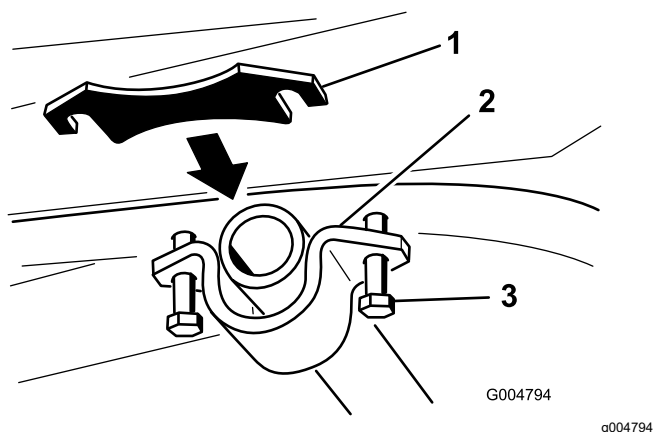

Рисунок 22
- Ослабьте болты, которые крепят кронштейн шарнирной трубы, чтобы создать просвет между рамой и кронштейном шарнирной трубы (Рисунок 22).